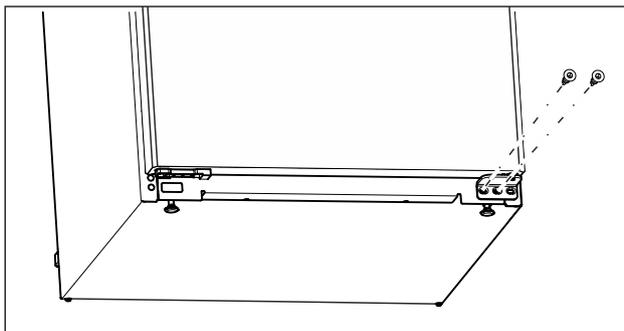

Fig. 10
- ▶ Na dolnej ložiskovej konzole vyskrutkujte strednú skrutku skrutkovačom Torx 20. (pozri Fig. 10)
- ▶ Na dolnej ložiskovej konzole vyskrutkujte vnútornú skrutku skrutkovačom Torx 20. (pozri Fig. 10)